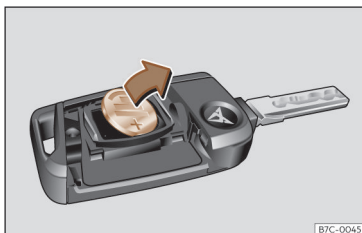

Fig. 68 Chave do veículo: extração da pilha.
- Extraia a pilha do compartimento com um objeto fino adequado >>> Fig. 68.
- Coloque a pilha nova conforme se mostra >>> Fig. 68 pressionando-a para o compartimento da pilha, no sentido contrário ao da seta >>> ❷.